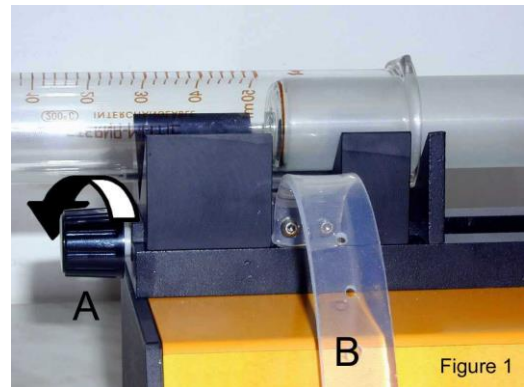

Fig. 2 : Eingelegter Spritzenkörper
- Die Schubrichtung wird durch die Taste ◀▶ gewählt. Drücken Sie die **ON/OFF** Taste, um die optimale Position des Schiebers zur Befestigung des Kolbens im V-Halter (Fig. 2 A) zu erreichen. (Der Kolben sollte den V-Halter gerade berühren.) Die Bewegung wird durch die erneute Betätigung der **ON/OFF** Taste gestoppt. Mit etwas Erfahrung kann zur Positionseinstellung die maximale Vorschubgeschwindigkeit genutzt werden. Dabei wird die Richtungstaste ◀▶ solange ununterbrochen gedrückt, bis die gewünschte Schieberposition erreicht wird (die Bewegung geschieht in der durch die LED angezeigten Richtung).
- Mit dem Arretierungsrad wird der Spritzenkolben im V-Halter befestigt (Fig. 2 A).
*Bemerkung: Die maximale Füllposition der Spritze (resp. Schieberposition) kann mechanisch begrenzt werden. Dazu wird der Arretierungsblock an der gewünschten Stelle festgeschraubt (Fig. 2 B).*